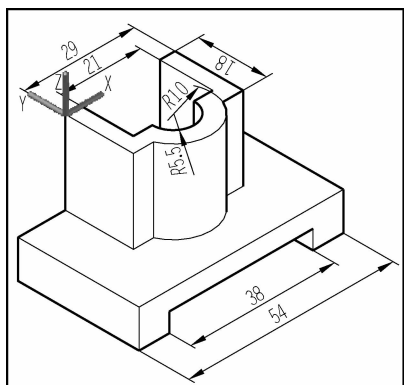

图 11-41 移动坐标进行标注
(3)将坐标移动到需要标注尺寸的平面上。单击“标注”工具栏中的“线性”按钮,标注图形中的部分尺寸,如图 11-41 所示。